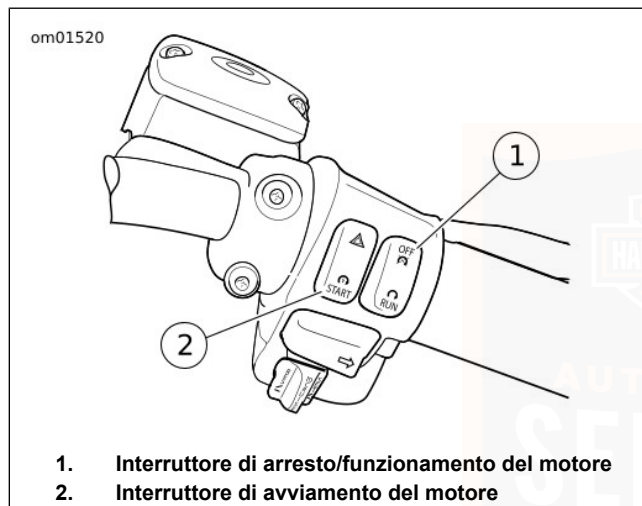

Figura 23. Comandi del semimanubrio destro
1. Vedere Figura 23. In presenza del portachiavi elettronico del sistema di sicurezza, girare l'interruttore di arresto/funzionamento su FUNZIONAMENTO.